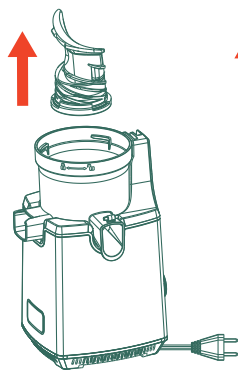
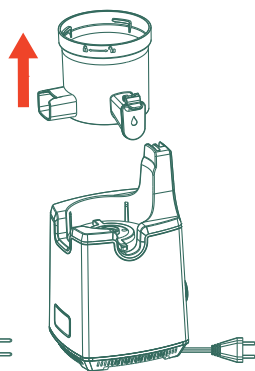

Fig. 12
Fig. 13
3. Retirez la vis sans fin en la tirant vers le haut. Si c'est difficile, balancez-la doucement et tirez. (Fig. 12) Retirez le bol de pressage en le soulevant verticalement vers le haut. (Fig. 13)